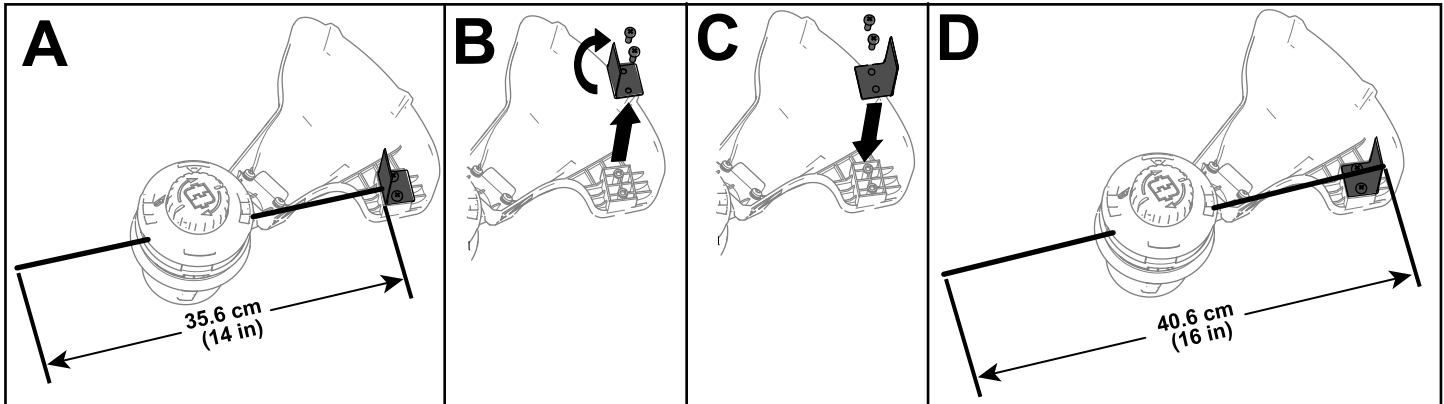

Figure 15
La débroussailleuse est réglée à l'usine pour offrir une largeur de coupe de 36,6 cm (14 po), comme montré en A de la Figure 15. Reportez-vous aux instructions suivantes pour régler la largeur de coupe à 40,6 cm (16 po), comme montré en D de la Figure 15.
1. Déposez l'équerre de réglage au fond du déflecteur en retirant les 2 vis de fixation à l'aide de la clé Allen fournie (B de la Figure 15) et tournez l'équerre de 180°.
2. Remettez ensuite les 2 vis retirées précédemment (C de la Figure 15).